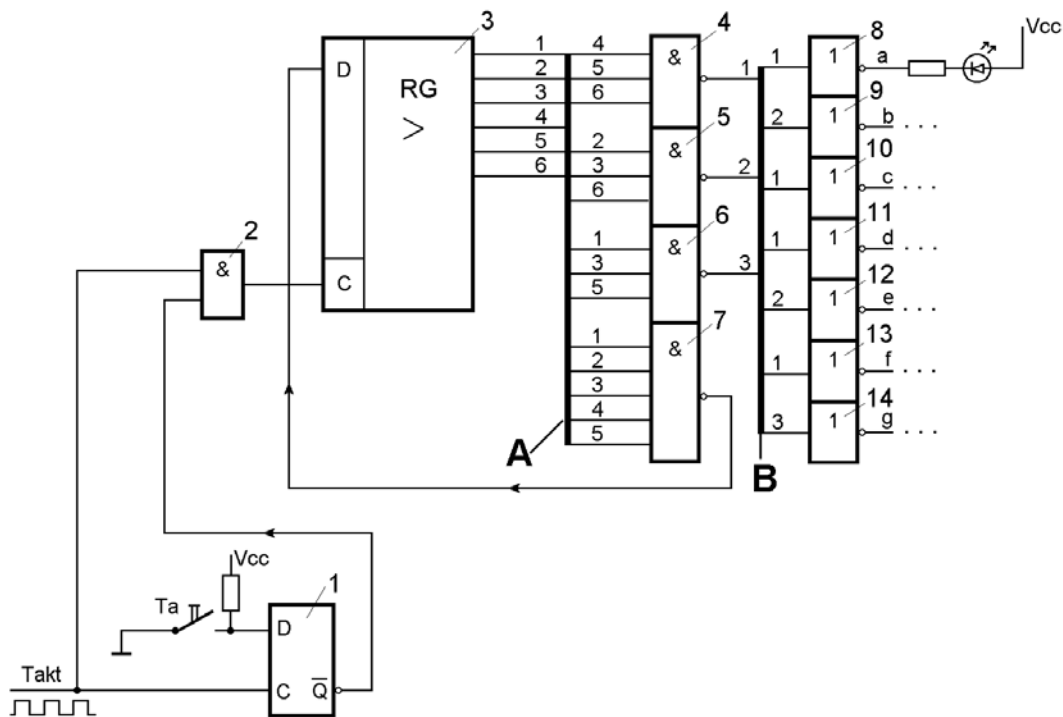

Abb. 13
22. Wir beziehen uns auf Abb. 13.